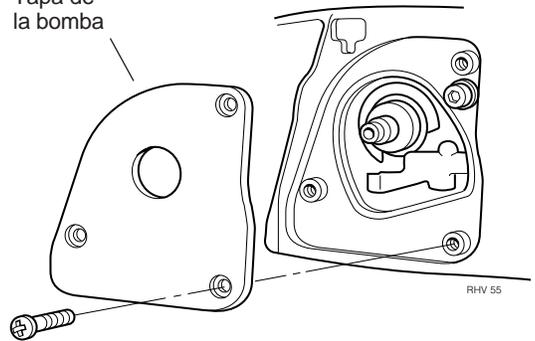

Figura 11.6 Extracción de la tapa de la bomba (se muestra 357)
Paso 3. Extraiga la tapa antipolvo de la bomba de aceite (figura 11.6)